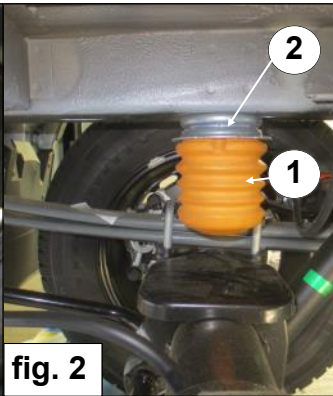

fig. 2
2. Demonteer de buffer (1) met de houder (2) van de chassisbalk. Zie fig. 2 en 3.
2. Remove the bump stop (1) with holder (2) from of the chassis member. Fig. 2 and 3.
2. Demontieren Sie den Puffer (1) zusammen mit dem Halter (2) aus dem Chassis. Siehe Fig. 2 und 3.
2. Dévissez la butée en caoutchouc (1) et le support de butée (2) du longeron du châssis. Voir fig. 2 et 3.